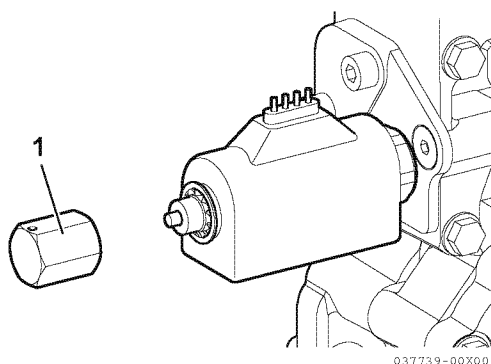

Figure 12
2. Vissez l'écrou d'urgence (1, **Figure 12**) sur la soupape électrique.